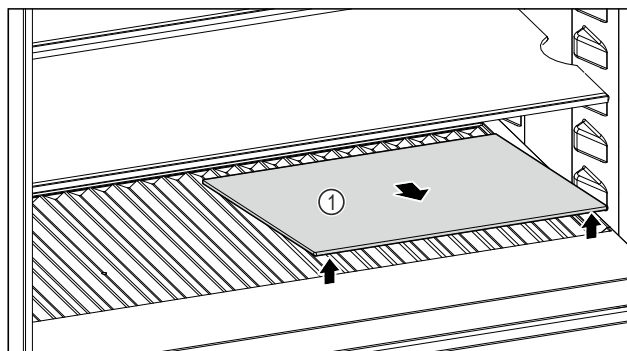

Fig. 243
- Glasplatte Fig. 243 (1) an der Aussparung vorne anheben und herausnehmen.
- Glasplatte Fig. 243 (1) außerhalb des Geräts sicher aufbewahren.